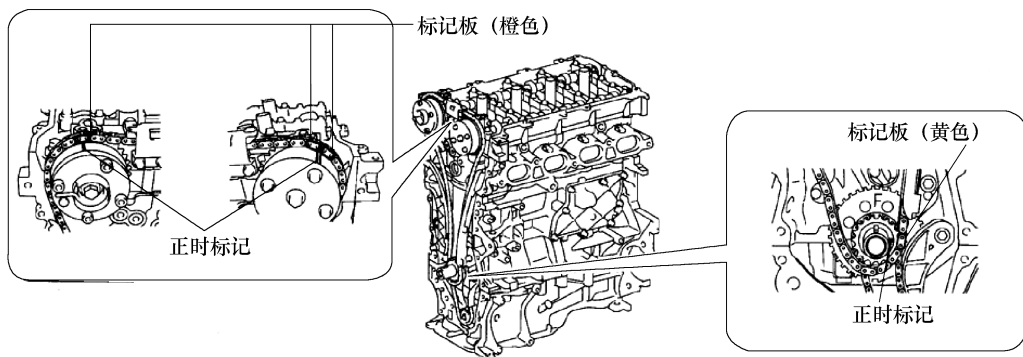

图 1-74 正时标记对准检查
⑦ 在压缩行程上止点(TDC)位置时, 重新检查每个正时标记, 见图 1-74。